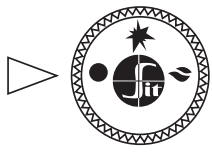

Рис. 9.
- 7.2. В исходном (выключенном) положении ручк упр вления н ходится в положении «точк » (рис. 9). Пилотн я и основные горелки пог шены (под ч г з к ним з блокиров н ).
- 7.5. **Выключение пп р т** производится путем поворот ручки в положение «точк » (рис. 9). При этом пилотн я и основные горелки (если горят) пог шнут.